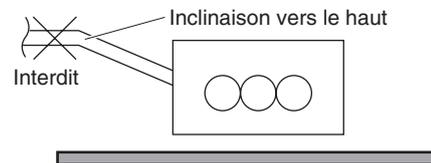

Fig. 3-92
- N'installez pas le tube en l'inclinant vers le haut par rapport à l'orifice de raccordement, car les condensats refouleraient et fuiraient même lorsque l'unité ne fonctionne pas. (Fig. 3-92)